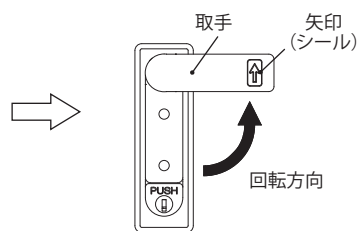

図 3
2. 取手を握り、矢印(シール)の方向へ回し、ドアを開いてください。(図 3)